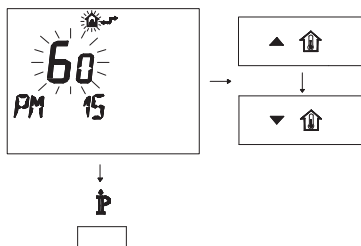

Рисунок 5.26
- Изменяйте заданное значение посредством кнопки \blacktriangle \uparrow или \blacktriangledown \uparrow до появления заданного значения 60, подождите, пока заданная цифра не начнет мигать (Рисунок 5.26).